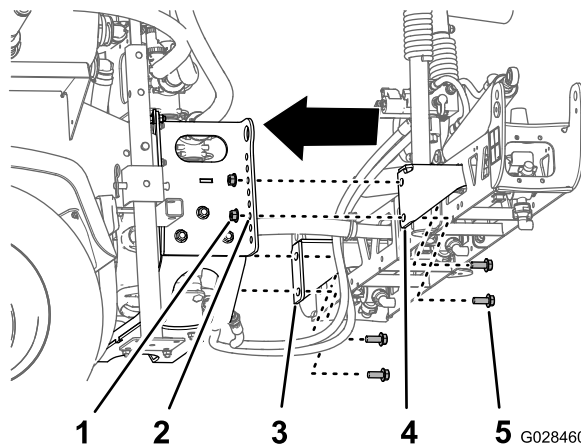

図 39
2. センターブームアセンブリの取り付けブラケットの底部にある穴を、スキッドフレームのブームサポートの下から3番目の穴に、 図 39 のように整列させる。